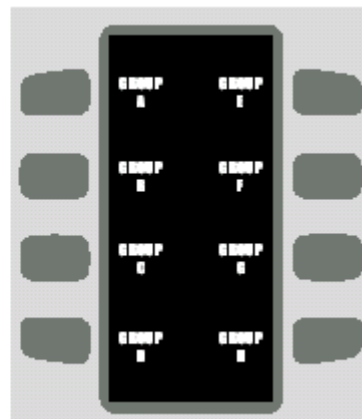

Figura 19: Tela Escolha Grupo Menu
1. A tela de Seleção do Grupo do Menu apresenta oito grupos de menus - cada um associado a uma das 8 Teclas Variáveis. Um forno novo apresentará os oito grupos de menus denominados Grupo A até Grupo H (Figura 19).
A partir da tela "Done", é possível usar as teclas "Back" e "Stop" para retornar à tela "Menu Group Select" (Figura 19).